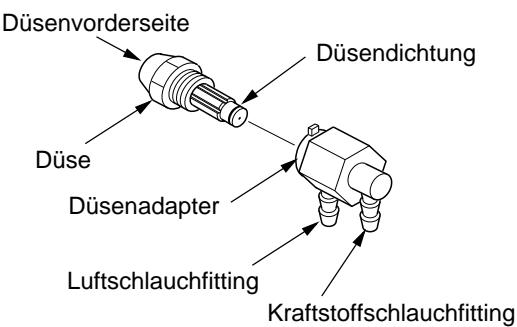

Abbildung 20 - Düse und Düsenadapter
6. Die Düse mit einem 5/8 Zoll Steckschlüssel vorsichtig aus dem Düsenadapter herauschrauben (siehe Abb. 20).
9. Die Düse in den Düsenadapter einschieben, bis sie sicher sitzt. Die Düse mit einem 5/8 Zoll Steckschlüssel um eine 1/3 Umdrehung auf ein Drehmoment von 4,5 bis 5,1 Nm (40 bis 45 Zoll-Pfund) festziehen. Siehe Abb. 20.